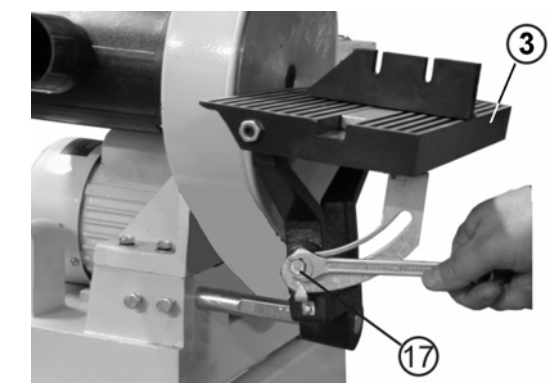

Рис. 7
9.1.1. Ослабьте болт (17) скобы со шкалой и установите рабочий стол (3) на нужный угол от 0° до 45°, Рис.7.